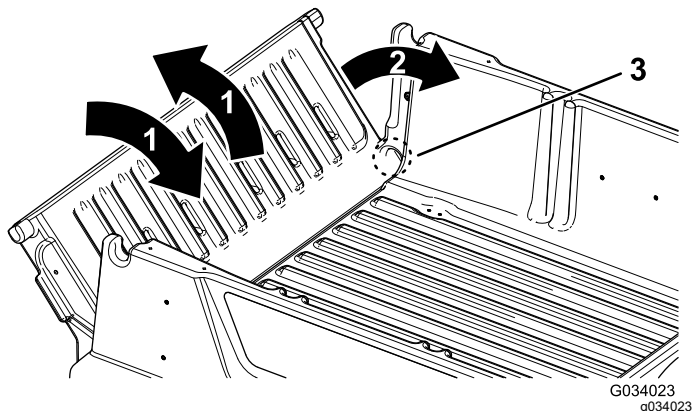

Figura 18
2. Rode a porta traseira para a posição de aproximadamente 45° (Figura 18).
3. Com um movimento breve e oscilante, rode a porta traseira para trás e para a frente várias vezes (Figura 18).